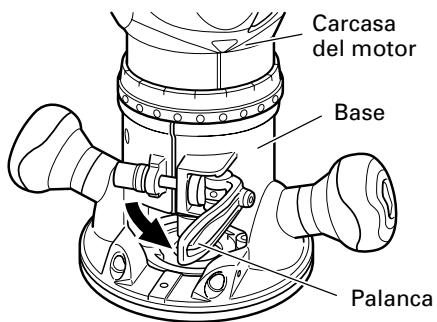
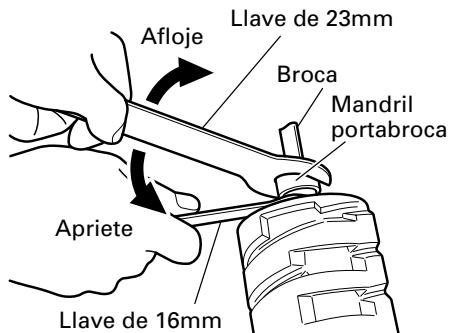

Fig. 2
Fig. 3
- (1) Retire la carcasa del motor de la base, de la siguiente manera.
- (a) Abra la palanca. (Fig. 2)
- (2) Limpie e inserte el mango de la broca en el mandril portabroca hasta al fondo y seguidamente, hágalo retroceder aproximadamente  $1/16"$  (aprox 2 mm).
- (3) Con la broca insertada y la llave de 16 mm sujetando el eje del inducido, utilice la llave de 23 mm para apretar firmemente el mandril portabroca en el sentido de las agujas del reloj (visto desde la parte inferior de la fresa). (Fig. 3)
- (4) Cuando se utiliza la broca de mango de  $1/4"$ , reemplace el mandril portabroca equipado con una de las brocas de mango de  $1/4"$  suministradas como accesorio estándar.